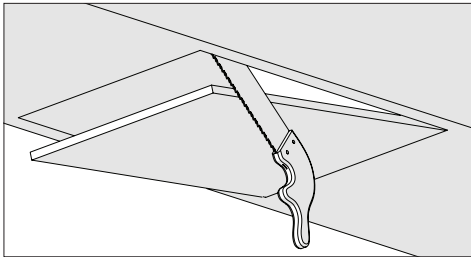

Abbildung 2
- Schneiden Sie die Bodenfläche des Schrankes aus, in der die Abzugshaube installiert werden soll. Beachten Sie die Abmessungen in der technischen Zeichnung (Abbildung 2).